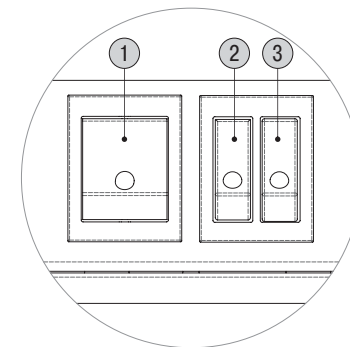

Рисунок 6.
- Для включения завесы в режиме вентиляции (без нагрева) необходимо установить клавишу 1 (см. рис. 6) в положение «ВКЛ», при этом загорается подсветка клавиши и начинают работать вентиляторы завесы.